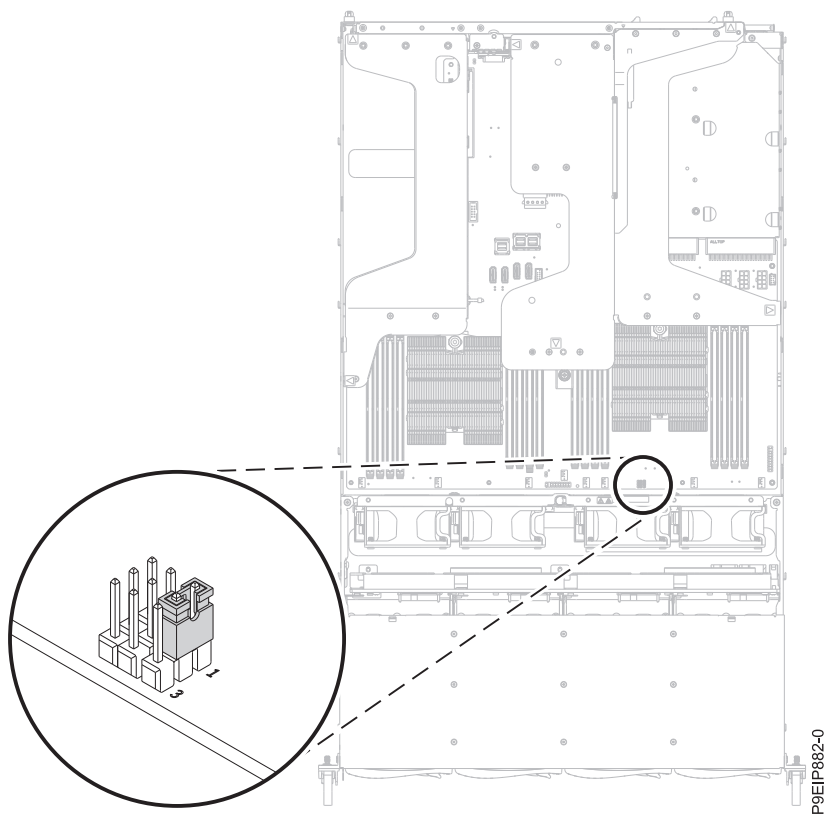

Figura 40. Configuração do jumper
3. Assegure-se de que a definição de jumper no local indicado seja configurada conforme mostrado na Figura 40 na página 42, nos pinos 1 e 2. O pino 3 está mais próximo da parte frontal do sistema. O pino 1 está mais próximo da parte traseira do sistema.